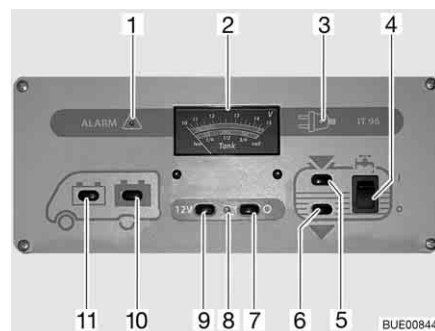

Fig. 133 Pannello di controllo IT 96-2
L'interruttore principale a 12 V (Fig. 133,7 e 9) inserisce o disinserisce il pannello di controllo e l'alimentazione a 12 V dell'abitacolo.
**Accensione:** ■ Premere l'interruttore (Fig. 133,9) "12 V": L'alimentazione a 12 V dell'abitacolo è inserita. La spia di controllo (Fig. 133,8) diventa verde.
**Spegnimento:** ■ Premere l'interruttore (Fig. 133,7) "O": L'alimentazione a 12 V dell'abitacolo è disinserita. La spia di controllo (Fig. 133,8) si spegne.
Per l'indicatore volt/serbatoio (Fig. 133,2) leggere la scala superiore. L'indicatore si illumina automaticamente appena viene premuto un interruttore.
- Premere l'interruttore (Fig. 133,11) "☰": Viene indicata la tensione della batteria di avviamento.
- Premere l'interruttore (Fig. 133,10) "☷": Viene indicata la tensione della batteria dell'abitacolo.
Per l'indicatore volt/serbatoio (Fig. 133,2) leggere la scala inferiore. L'indicatore si illumina automaticamente appena viene premuto un interruttore.
- Premere l'interruttore (Fig. 133,5) "": Viene indicato il livello del serbatoio dell'acqua.
- Premere l'interruttore (Fig. 133,6) "": Viene indicato il livello del serbatoio delle acque grigie.
- Premere in alto l'interruttore a bilico (Fig. 133,4) "I": L'alimentazione idrica è accesa.
- Premere l'interruttore a bilico in basso (Fig. 133,4) "O": L'alimentazione idrica è spenta.
La spia luminosa rossa "ALARM" (Fig. 133,1) inizia a lampeggiare non appena la tensione della batteria dell'abitacolo scende al di sotto di 11 V (misurazione durante il normale esercizio) con conseguente rischio che la batteria si scarichi troppo.
La spia di controllo a 12 V (Fig. 133,8) si accende non appena l'interruttore principale a 12 V (Fig. 133,9) viene inserito.
La spia gialla di controllo a 230 V (Fig. 133,3) si accende quando all'ingresso della centralina elettrica è presente una tensione di rete.